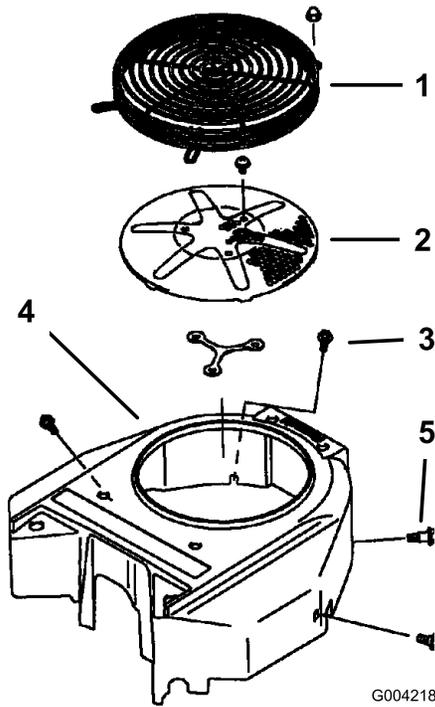

Figura 74
Antes de cada uso, elimine cualquier acumulación de hierba, suciedad u otros residuos de la rejilla del motor. Esto ayudará a asegurar una refrigeración adecuada y una velocidad de motor correcta, y reducirá la posibilidad de sobrecalentamiento y daños mecánicos al motor (Figura 74).
3. Retire la rejilla de entrada de aire, el arrancador de retroceso y la carcasa del ventilador (Figura 74).
5. Instale la rejilla de entrada de aire, el arrancador de retroceso y la carcasa del ventilador (Figura 74).